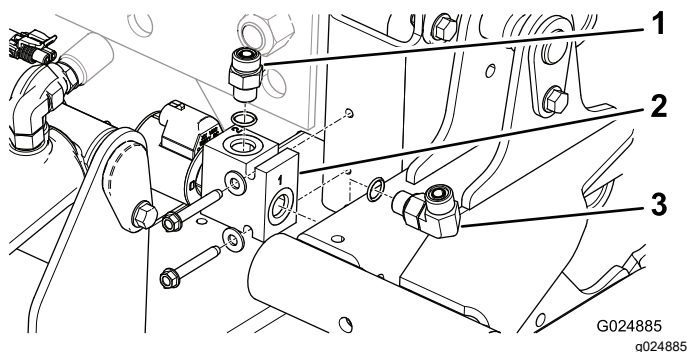

Figura 2
3. Monte o coletor de bloqueio direito da plataforma no tubo da estrutura com 2 parafusos autorroscantes (1/4 x 1 3/4"). Posicione o coletor como se indica em Figura 2.
4. Instale a união hidráulica reta na parte superior do coletor (Figura 2).
5. Instale a união hidráulica de 90 graus na extremidade do coletor (Figura 2).